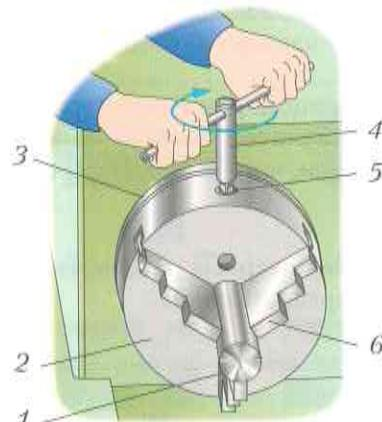
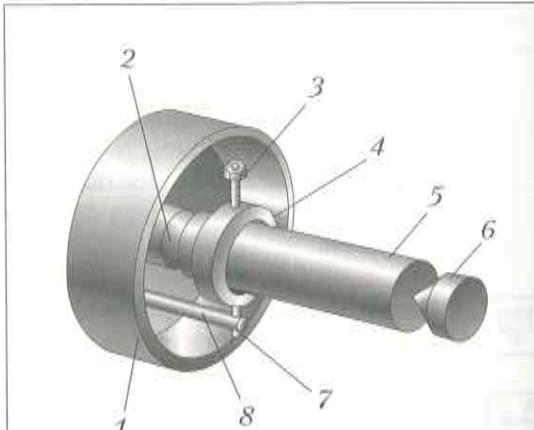

Рис. 50. Установка заготовок в трёхкулачковый патрон:
Рис. 51. Установка заготовки с помощью поводковой планшайбы:
**Настройка станка** заключается в закреплении заготовки и инструмента. Для закрепления заготовок применяют трёхкулачковый патрон (рис. 50) или поводковую планшайбу с центрами (рис. 51).
При изготовлении некоторых деталей используют установку деталей в двух центрах – переднем 2 и заднем 6 (см. рис. 51). Передний центр уста-